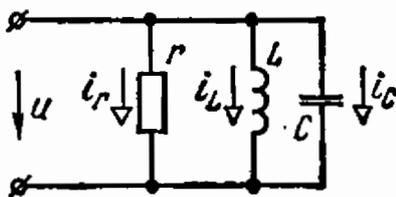

Рис. 8.7
8.7. Напряжение на входе цепи (рис. 8.7) задано рядом $u = (105 \sin \omega t - 4,2 \sin 3\omega t + 2,14 \sin 7\omega t)$ В.